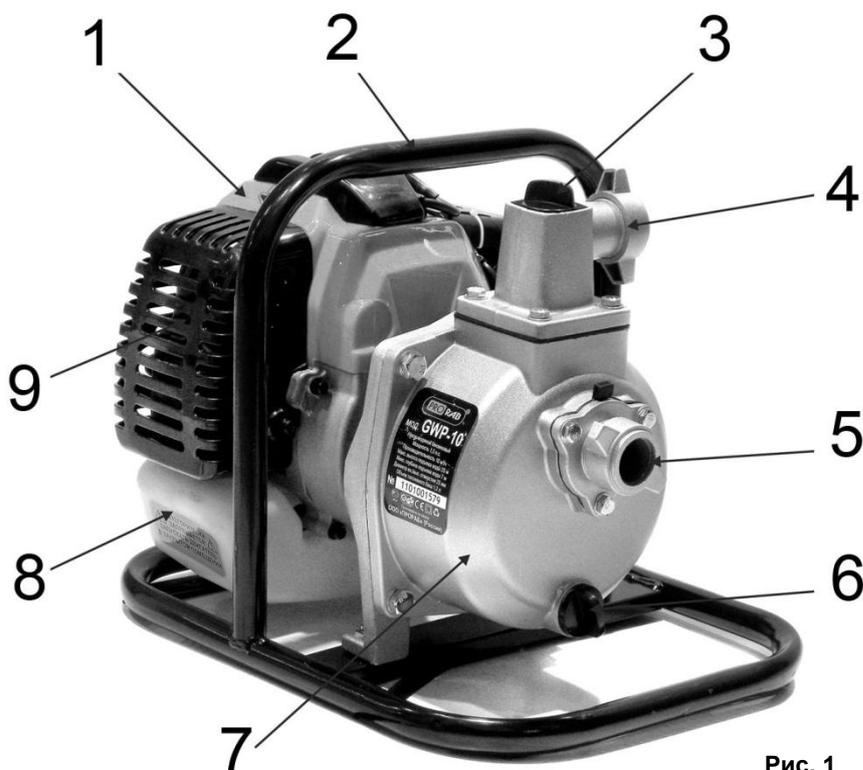

Рис. 1
- Установите на впускной патрубок насоса (5)(См. Рис.1; 3) соединительный патрубок, убедившись, что уплотнительная шайба находится на месте.
- Установите на выпускной патрубок (4)(См. Рис.1) насоса соединительный патрубок, убедитесь, что уплотнительная шайба находится на месте.
- Отверните пробку заливной горловины насоса (3)(См. Рис.1; 4).